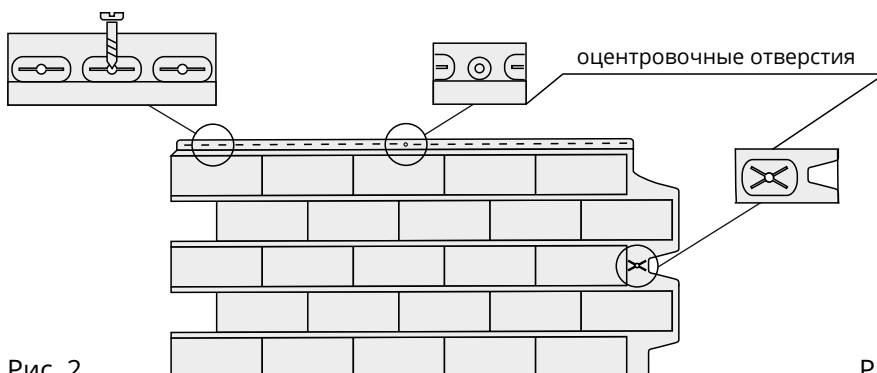

Рис. 2
3. Саморез необходимо вкручивать точно в середину специальных овальных отверстий. На панели также присутствуют оцентровочные отверстия, в них фиксировать саморезы не надо (рис. 2).